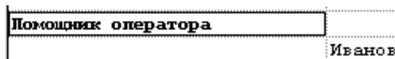

Рис. 1.15 Окно Оператора
15. АРМ оператора – Свойства – Операторы – выделить Помощник оператора – Добавить – свою фамилию, рис.1.15